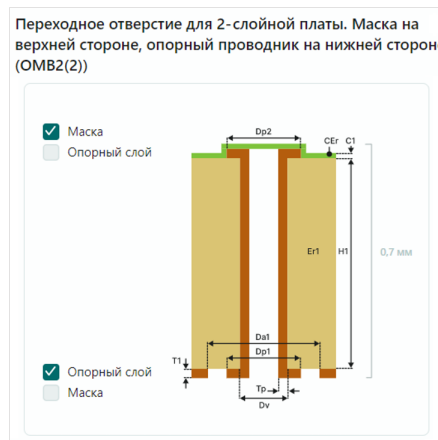

Рис. 9 Структура OMB2(2)
Примечание! Кодовое обозначение складывается из аббревиатуры наименований выбранных слоев, их расположения и общего количества слоев в структуре платы. Например, кодовое обозначение OMB2(2) принято для структуры двухслойной печатной платы с маской на верхнем слое и опорным слоем на нижней стороне, см. Рис. 9.